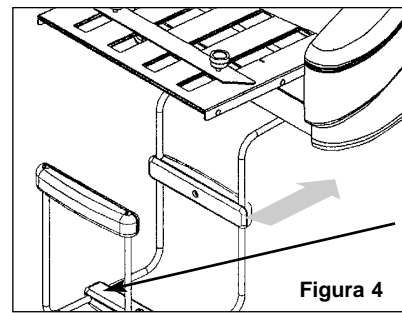

Figura 4
3. El conjunto del dispositivo de salida se tiene que ajustar debajo de la máquina (figura 4). Si no se enclava en su lugar, el peso de la máquina lo mantendrá en posición. Empujar el dispositivo de tal manera que esté contra la parte superior de la mesa. A muchos usuarios les parece más fácil agregar el conector primero a la parte de metal (1) y atornillarlos juntos a medio camino. La otra parte de metal se puede instalar entonces al conector de plástico y apretar juntos completamente.